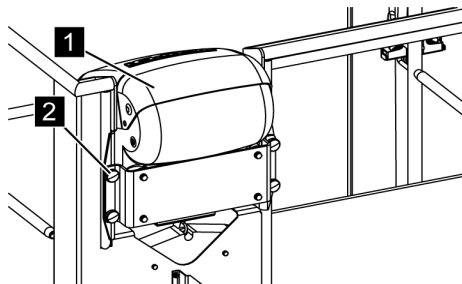

Fig. 106: Démontez le pupitre de commande
2. ➔ Démontez le pupitre de commande (Voir la Fig. 106/1) de la nacelle. Pour cela, dévissez les vis moletées (Voir la Fig. 106/2) des deux côtés et soulevez le pupitre de commande.